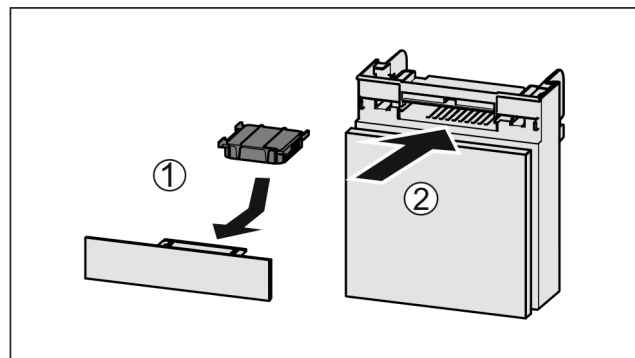

Fig. 201
- Поставете Fig. 201 (1) филтъра с активен въглен, както е показано на фигурата.
- Вкарайте Fig. 201 (2) отделениято.